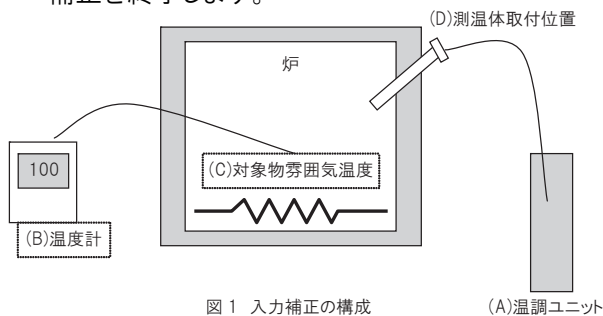

図1 入力補正の構成
- 図1のような温度センサ取付位置が、実際に制御対象物雰囲気から離れているような構成に於いての入力補正例を示します。